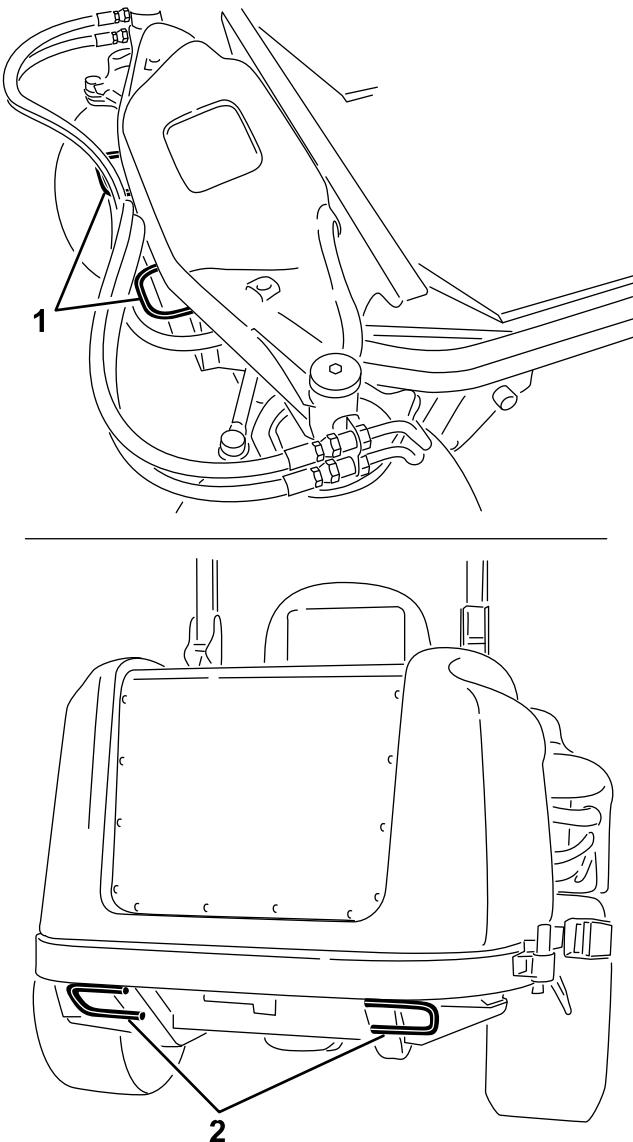

Figura 21
- Sujete la máquina firmemente al remolque o al camión con cadenas, correas, cables o cuerdas, según lo estipulado en la normativa de tráfico local (Figura 21).